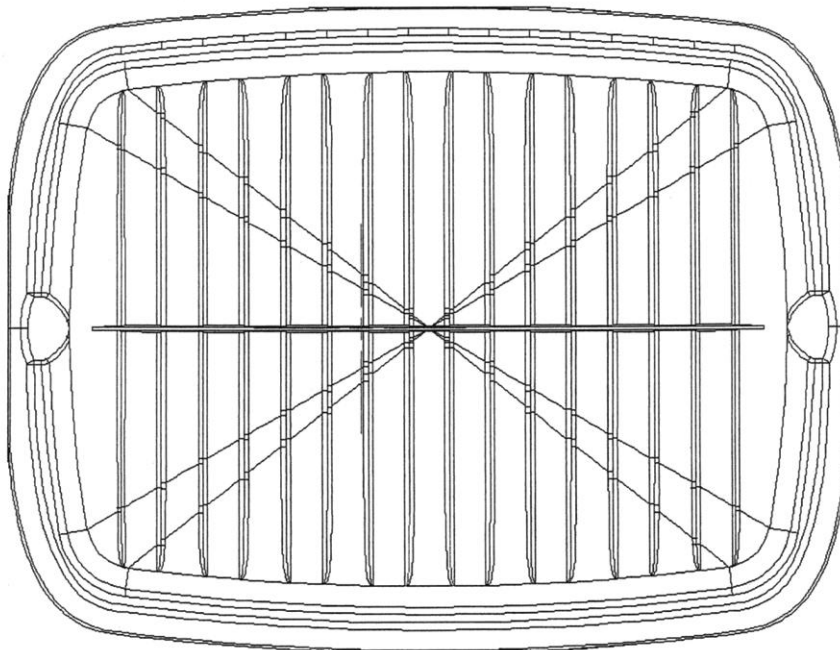

Fig. 6
- fig. 6 - odmianę 1 butelki w widoku z dołu,